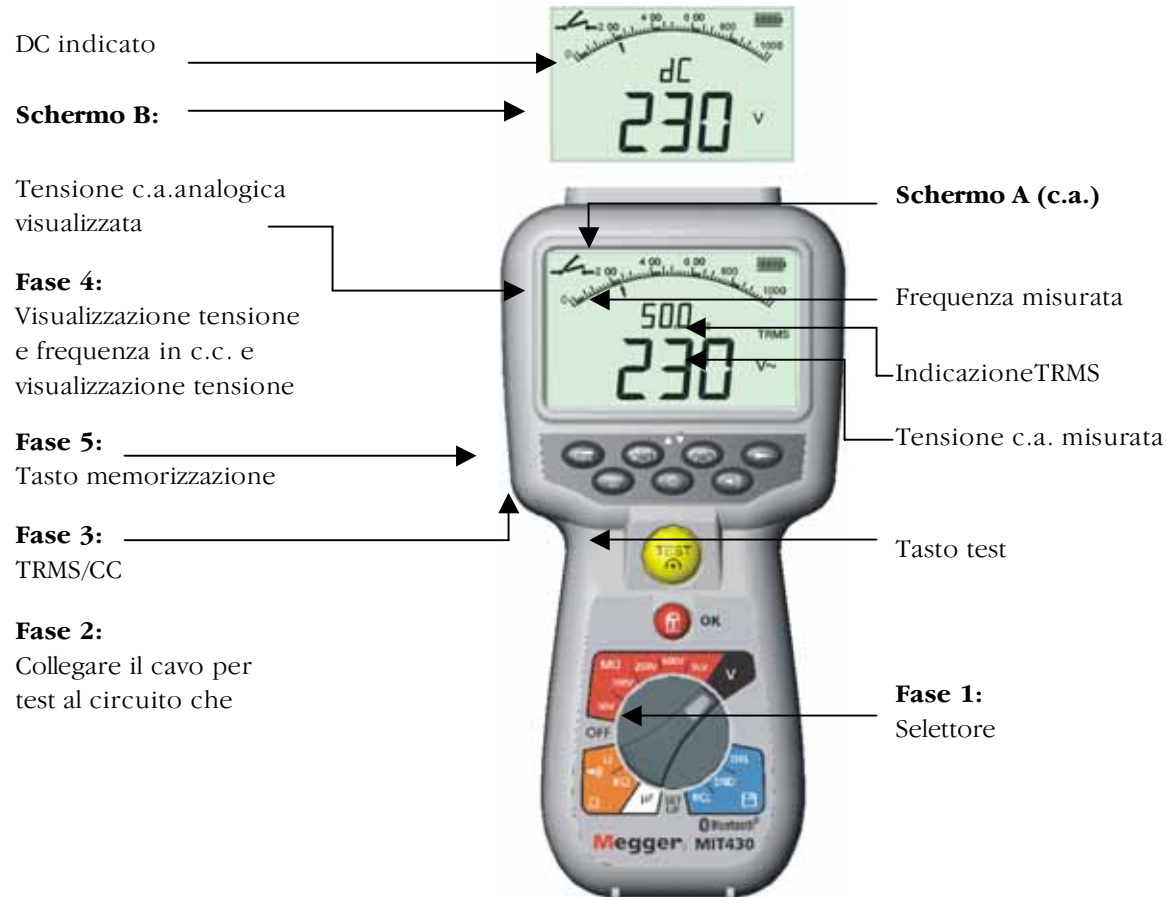

Figura 5 Misurazione tensione e frequenza
Procedura per la misurazione della tensione e della frequenza (vedere figura 5)
4. La tensione misurata sarà visualizzata sulla scala digitale in unità di V o mV, come appropriato. In modalità TRMS la frequenza misurata (Hz) sarà visualizzata contemporaneamente sugli strumenti MIT410, MIT420, MIT430, MIT 481 e MIT 40X (come mostra la schermata A). Vedere la figura 5 schermata B per la visualizzazione della modalità CC.